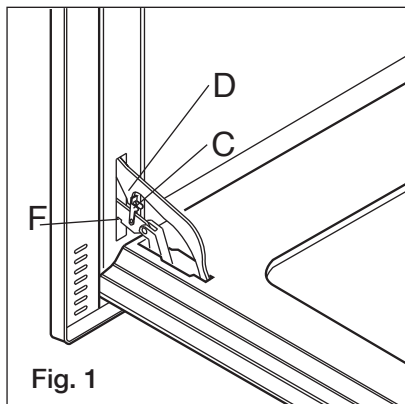

Fig. 1
Om de oven makkelijker goed schoon te maken is het handig om de deur te demonteren, waarbij u zich aan de volgende aanwijzingen moet houden. Doe de verbinding (C) (fig. 1) in het scharniergedeelte (D). Zet de deur in de halfgeopende stand en trek de deur met beide handen naar u toe totdat deze losschiet van de bevestiging. Om de deur weer te monteren moet u in de omgekeerde volgorde handelen en erop letten dat u de twee geleiders (F) er op de juiste manier in doet.
Para facilitar limpezas profundas do forno é prático desmontar a porta seguindo as seguintes instruções: insira o enganche (C) (fig. 1) na dobradiça (D). Coloque a porta na posição semi-aberta e com as duas mãos puxe para si a porta até quando a mesma se desengancha do prendedor. Para remontar a porta efetue a operação no sentido inverso tomando o cuidado de introduzir corretamente as duas guias (F).
Ved hovedrengøring af ovnen er det praktisk at afmontere ovnlågen ved at benytte følgende fremgangsmåde: Indsæt krogen (C) (fig. 1) i hængelsektionen (D). Indstil ovnlågen i halvt åben position og tag fat i den med begge hænder og træk den udad, indtil den løsnes. Monter ovnlågen på ny ved at udføre ovennævnte indgreb i omvendt rækkefølge og kontrollér, at de to skinner (F) indsættes korrekt.
För att underlätta vid grovrengöring av ugnen kan det vara praktiskt att nedmontera ugnsluckan. Gör på följande sätt: För in haken (C) (fig. 1) i gångjärnsenheten (D). Öppna ugnsluckan till hälften, fatta tag om den med båda händerna och dra den utåt tills den lossar från fästet. När du ska sätta tillbaka ugnsluckan igen upprepar du ovan nämnda anvisningar fast i omvänd ordning. Var noga med att de två styrskenorna (F) sätts i på rätt sätt.